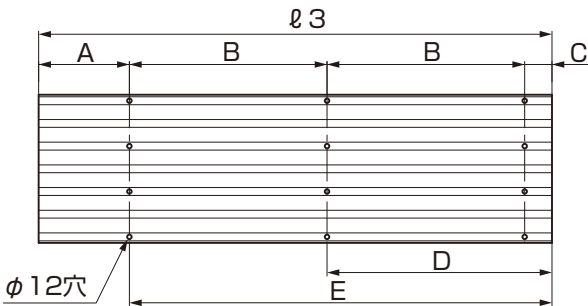
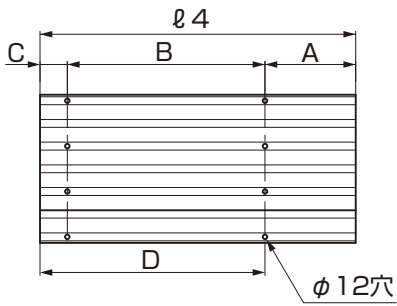

図3-3 折板下 加工位置図
図3-4 折板上 加工位置図
①図3-1、図3-2、図3-3、図3-4、表3-1、表3-2を参照して、側枠と折板を加工してください。